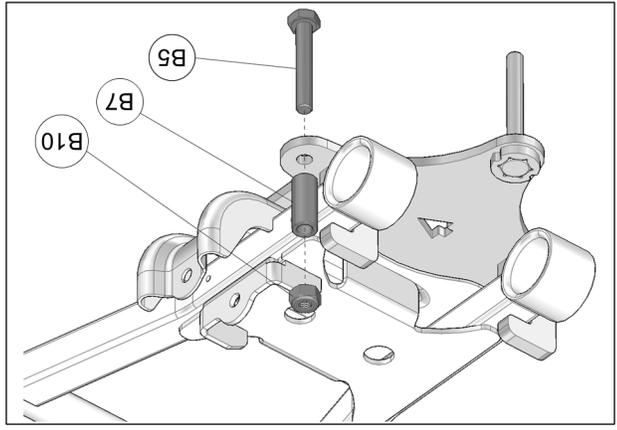

Fig. 7
6. Insérer le boulon M10x65mm (B5) au trou de l'ancrage en ligne avec les ouvertures en « C », insérer l'espécureur (B7), l'écrou (B10) au boulon et serrer l'assemblage à un couple de 50 N•m [37 lb•p]. Voir la Fig. 7